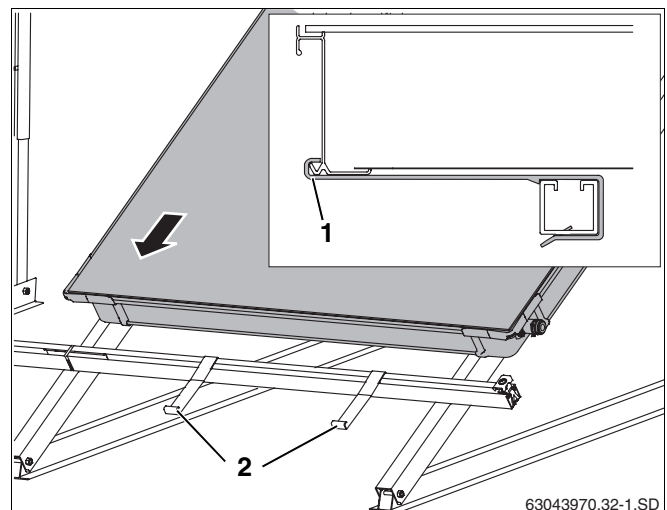

Fig. 45 Poser le premier capteur sur les rails profilés
- Poser le premier capteur sur les rails profilés et laisser glisser dans les dispositifs anti-glissement (fig. 45, **pos. 2**) (fig. 45).
Le bord inférieur du capteur doit se trouver dans l'orifice du dispositif anti-glissement (fig. 45, **pos. 1**).